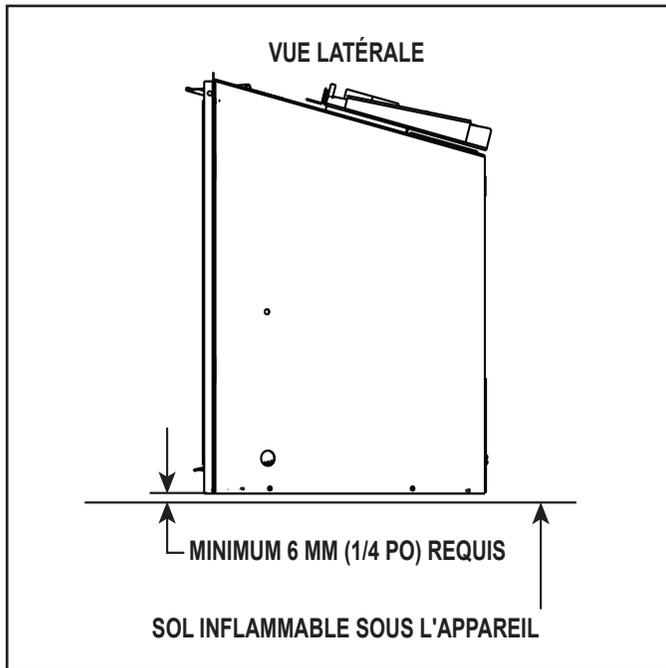

Figure 3.20 Dégagement pour le plancher de combustible solide
- Un espace minimal de 6,35 mm (1/4 po) entre le bas de l'appareil et le sol métallique de la boîte à feu pour combustible solide est **RECOMMANDÉ**. Voir la vue de côté à la figure 3.20.
- Un plancher inflammable sous l'appareil est acceptable avec un espace de 6,35 mm (1/4 po). Voir la figure 3.20.